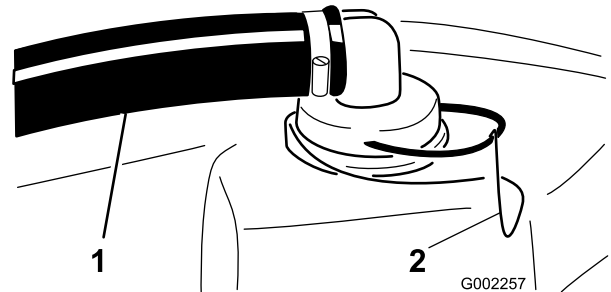

Bild 61
2. Nehmen Sie die Halterung vom roten Anschlussstück ab, an das der dicke Schlauch oben am Behälter angeschlossen ist (Bild 61).
3. Schließen Sie den Schlauch vom Behälter ab (Bild 61).